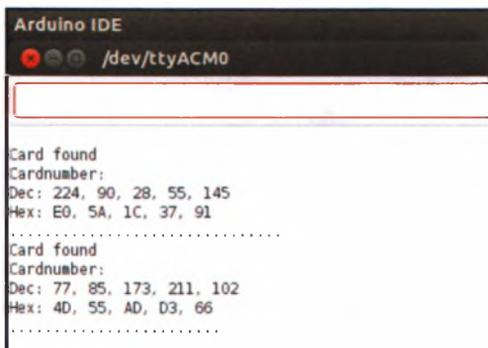

РИСУНОК 23.4
5. Проведите картой или брелком перед RFID-модулем. В мониторе порта должен отобразиться уникальный номер, как показано на рис. 23.4. Запишите этот номер, он понадобится в дальнейшем. В данном случае номер моей карты был таким: 4D 55 AD D3 66.